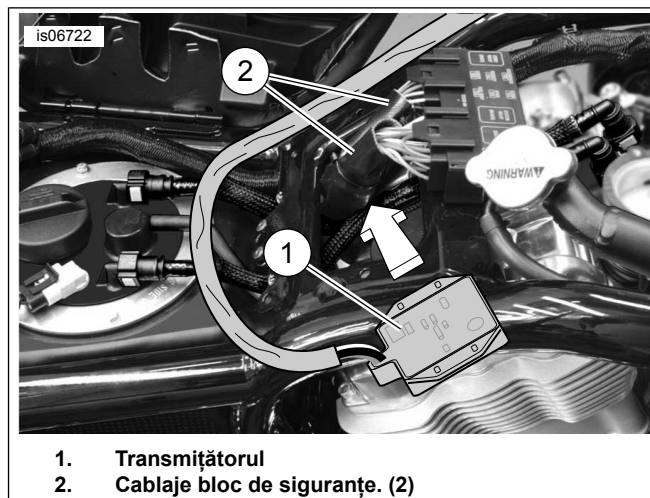

Figura 19. Montare transmițător, (V-Rod 2004-ulterioare)
2. Consultați Figura 19 . Îndepărtați capacul airboxului. Rotiți transmițătorul (1), astfel încât partea expusă a circuitului să fie orientată în sus. Introduceți transmițătorul sub cablajele blocului de siguranțe. Utilizați două curele de cablu din kit trecute prin flanșele transmițătorului pentru a fixa transmițătorul la cablajele blocului de siguranțe.